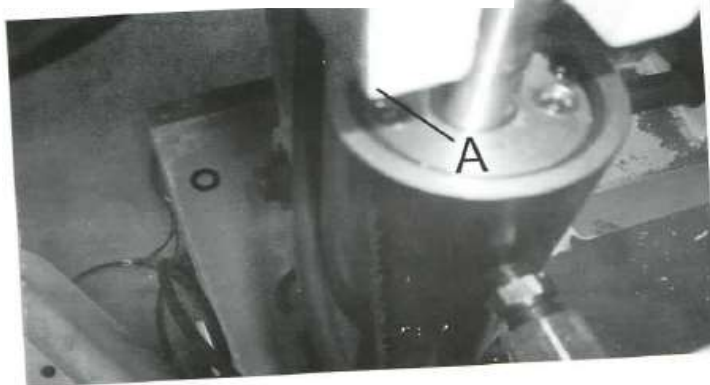
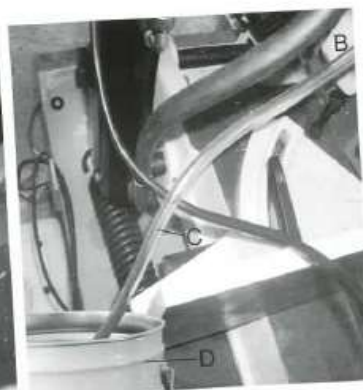

Рис.10
Рис.11
2. Снимите пробку (А) на рисунке 10 с верхней части гидравлической системы и замените подходящим шланговым штуцером (В). Рис.11. как показано на рисунке, подключите прозрачный шланг (С) к штуцеру.
3. Поместите приблизительно одну кварту масла Mobil-DTE (светлое), доступное в банках емкостью 1 кварта в контейнер (D). Рис.11 поместите шланг (С) в контейнер (D), убедившись, что конец шланга погружен в масло, поднимайте и опускайте пилу до тех пор, пока пузырьки не исчезнут из прозрачного шланга (С).
4. Снимите шланговый штуцер (В) Рис.11 и установите пробку (А). Рис.10.